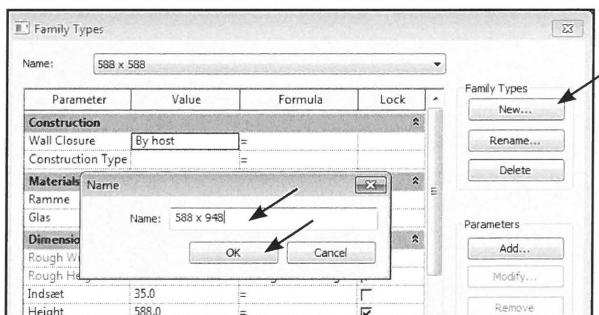

Fig. 08.123. Fortsæt med at oprette *Family Types*.
- Tryk *New* igen (Fig. 08.123).
- Navngiv *588 x 948* og klik *OK* (Fig. 08.123).